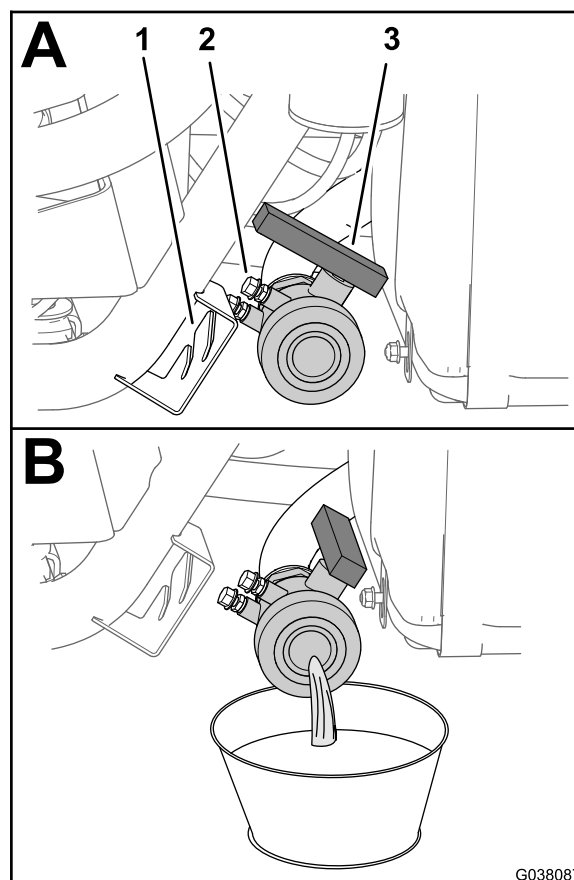

Figura 2
3. Spurgate l'acqua dal serbatoio dell'irroratrice (Figura 2); fate riferimento al *Manuale dell'operatore* per la macchina.